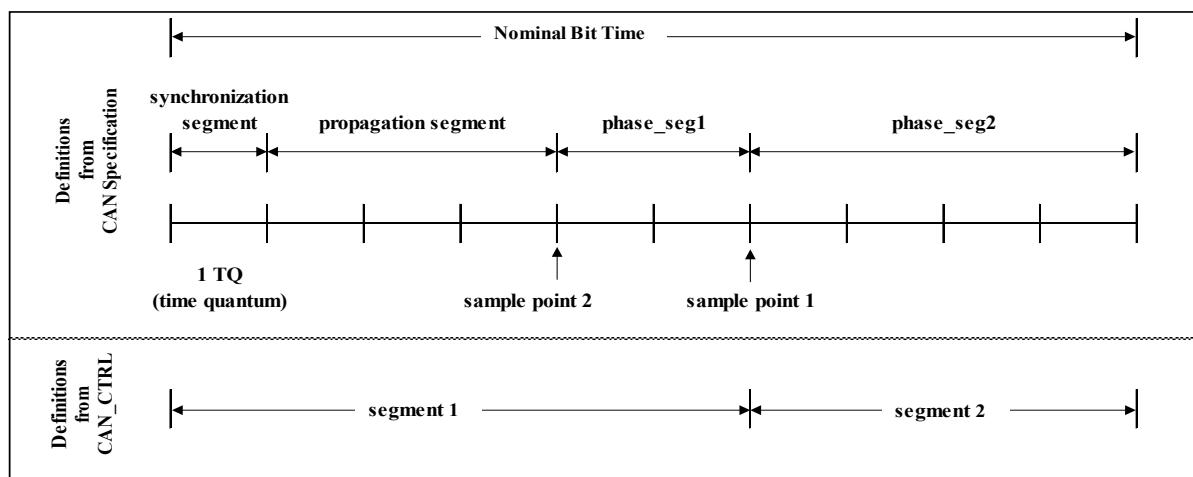

图 30-2 CAN 位时间定义图
- 1) 若 BT 寄存器的 PRESC 位设定 ≥ 1 时，参考图 30-2 的 sample point 1 所示，采样点位于 segment1 和 segment2 的分界点上。
- 2) 若 BT 寄存器的 PRESC 位设定为 0 时，参考图 30-2 的 sample point 2 所示，采样点在 segment1 和 segment2 分界点前面 2 个 TQ 的位置。